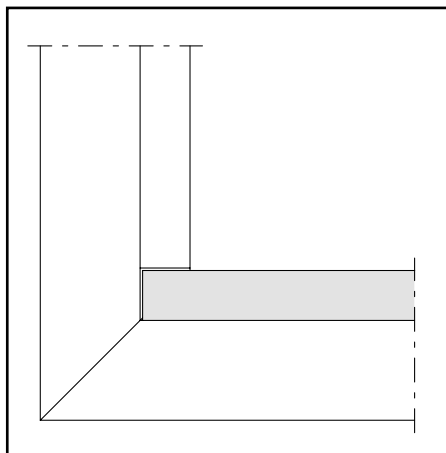
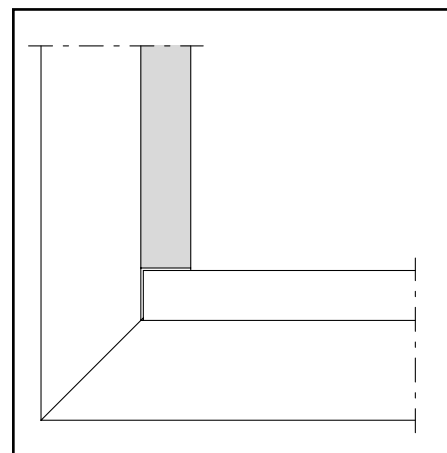

Abb. 5 / Fig. 5 / Fig. 5
Abb. 6 / Fig. 6 / Fig. 6
(Abb. 5/6)**
Damit die Glasleisten im Brandfall dilatieren können, müssen sie auf Untermass zugeschnitten werden. Die horizontalen Glasleisten (Abb. 5) werden durchgeführt, die vertikalen Glasleisten (Abb. 6) dazwischengesetzt.
(Fig. 5/6)**
Afin de permettre la dilatation des parcloles en cas d'incendie, il faut les couper à une dimension inférieure à la coté prescrite. Les parcloles horizontales (fig. 5) sont posées en continu, les parcloles verticales (fig. 6) sont intercalées.
**Cutting glazing beads to size (fig. 5/6)**
The glazing beads must be cut to a dimension smaller than specified to allow for expansion in the event of fire. The horizontal glazing beads (fig. 5) are laid in a continuous strip, the vertical ones are positioned between them (fig. 6).